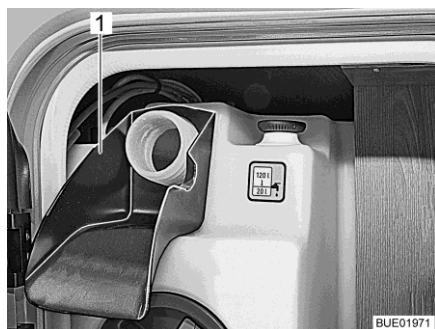

Fig. 264 Aide au remplissage
- Emboîter l'aide au remplissage (Fig. 264,1) sur le bec de remplissage d'eau potable.